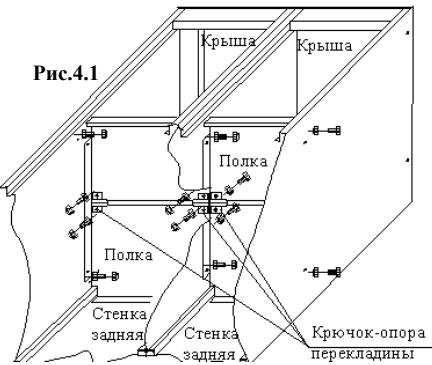
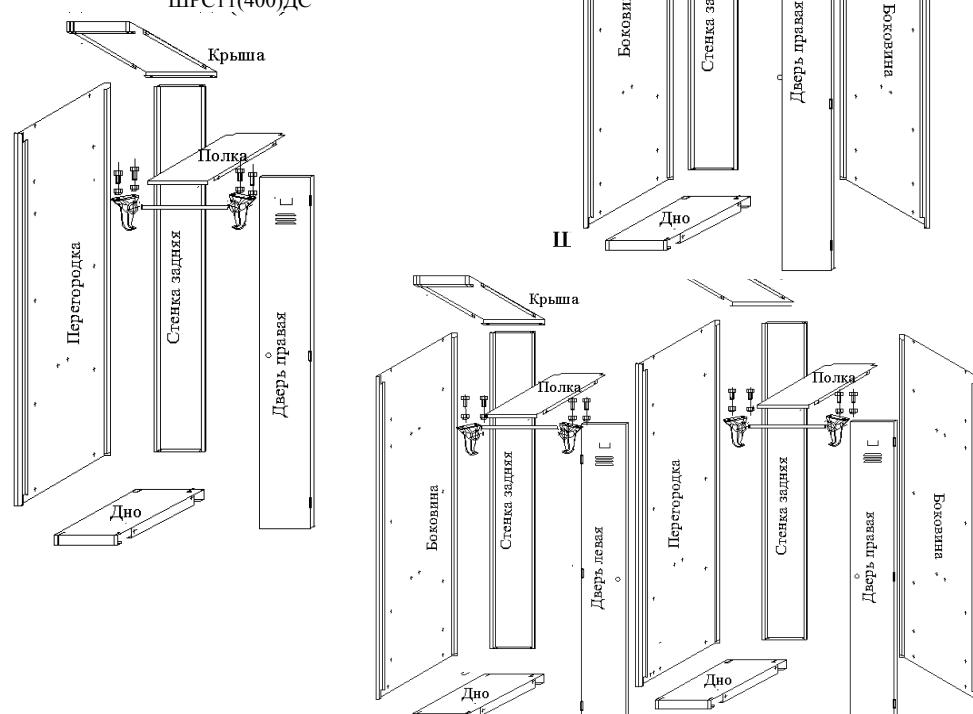

Рис.4.1
Рис.6
3.4. Установить полку (полки) в образованные ниши шкафа в соответствии с рис.6,7,8.Все полки размещаются отгибами вниз шкафа.(Рис.4.1).Отверстия на каждой полке совместить с отверстиями на боковинах (перегородках доп. секций). В каждые совмещенные отверстия с внешней стороны вставить болт, изнутри закрутить до упора гайку. При сборке в линию базовой секции и нескольких дополнительных секций для закрепления полок с двух сторон перегородок используется один комплект болт-гайка. Крючки для одежды и перекладин крепятся к полкам с нижней стороны по соответствующим отверстиям на полках с помощью соединения болт-гайка (по два комплекта на крючок). В шкафах ШРС12 и ШРС12(400), включая и дополнительные секции, в верхних ячейках крючки крепить к боковым стенкам по соответствующим отверстиям на крючках и боковинах. Способ крепления тот же. Гайки закручивать до упора. Схема установки крючков представлена на рис.4.2.